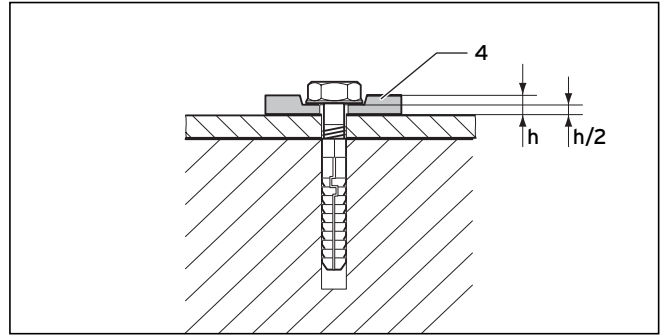

Abb. 6.23 Befestigung mit flexiblen Unterlegscheiben
Verwenden Sie unbedingt die 4 flexiblen Unterlegscheiben (4), um Materialdehnungen ausgleichen zu können. Verpressen Sie die Unterlegscheiben um 50 %, siehe Abb. 6.23.